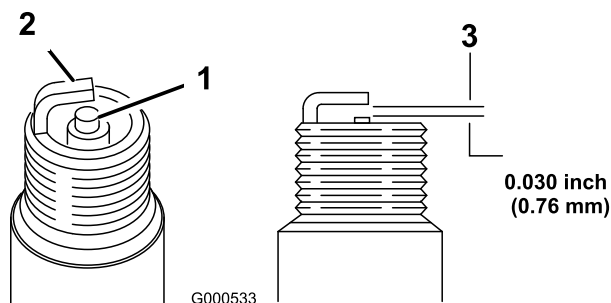

Figura 53
1. Veja a parte central das velas de ignição (Figura 53). Se verificar uma cobertura castanha ou cinzenta no isolante, o motor está a funcionar correctamente.
2. Verifique a folga entre os eléctrodos central e lateral (Figura 53) e dobre o eléctrodo lateral, se verificar uma folga incorrecta.